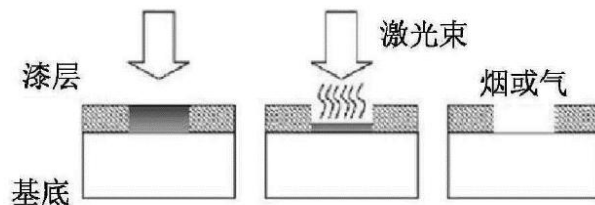

图 2.1. 激光致污垢高温气化分解示意图
2.1.1 采用脉冲调Q 技术，可以实现激光在时间空间上能量高度集中，在激光束聚焦的焦点附近可以产生几千上万摄氏度的高温，使污垢在一瞬间蒸发或者气化分解，见下图 2.1。